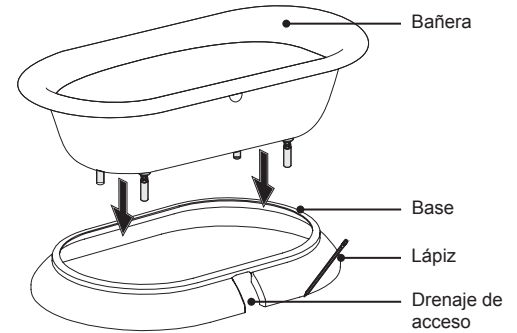

Figura 27. Bañera de ubicación
- 3 Con un lápiz, el contorno de la base del pedestal, teniendo en cuenta que el acceso de drenaje se encuentra (Figura 27).